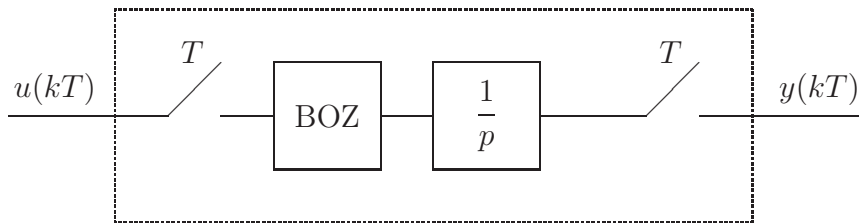

FIG. 1 – Processus échantillonné
On numérise ce processus comme indiqué sur la figure 1.
- 2.1) À partir de la figure 1, calculer la fonction de transfert $\frac{Y(z)}{U(z)}$ du processus échantillonné.